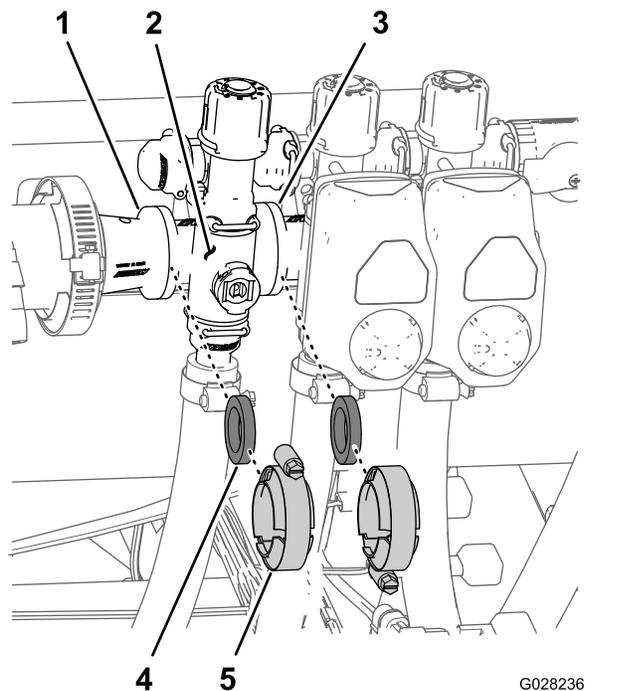

Figura 80
1. Retire las abrazaderas y las juntas que sujetan el distribuidor de la válvula de sección (Figura 80) a la válvula de sección adyacente (si es la válvula de sección de la izquierda, al racor reductor).